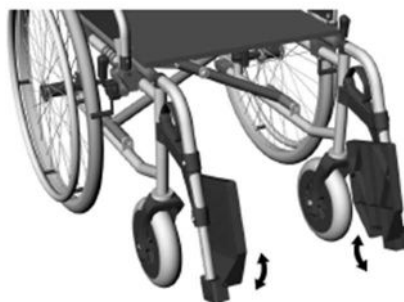

fig. 8
2. Gire el reposapiés hacia arriba. (fig. 8)